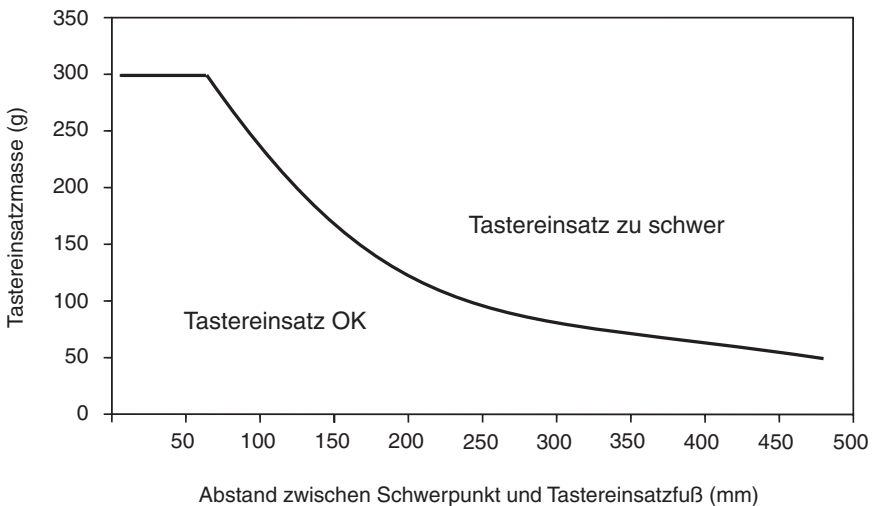

Abb. 14 - SP80H Tastereinsatz-Tragfähigkeit
Untenstehendes Diagramm (Abbildung 14) zeigt den sicheren Arbeitsbereich. Dieser ergibt sich aus dem Gewicht des Tastereinsatzes und dem Abstand des Schwerkraftzentrums (COG = centre of gravity) vom Tastereinsatzfuß. Wann immer möglich sollten die Tastereinsatzkonfigurationen für den SP80H so gewählt werden, dass sie sich innerhalb dieses Arbeitsbereichs befinden.
Tastereinsatz-Tragfähigkeit	M5 Tastereinsätze von Renishaw Max. Masse 300 g (ohne Gewichtsausgleich), siehe Abb. 14 *** Max. Taststiftlänge 500 mm #
*** Schwerkraftzentrum des Tastereinsatzes im Bereich A (siehe Diagramm in Abbildung 14).